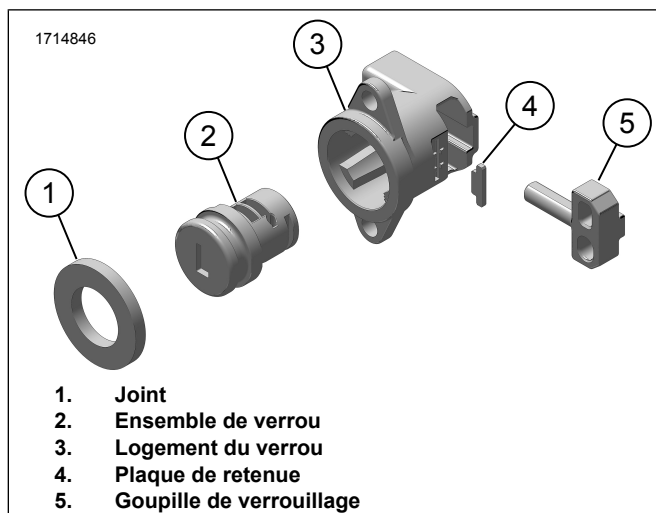
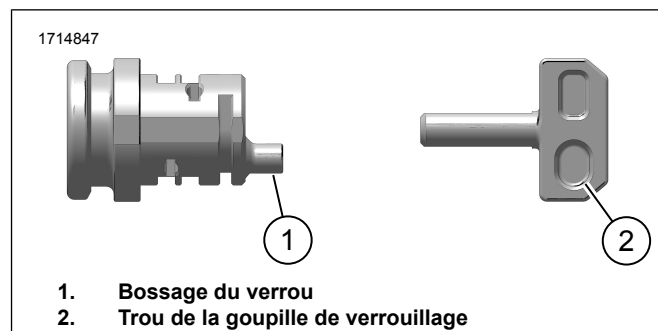

Figure 7. Ensemble logement
Figure 8. Fonctionnalités de couplage
10. Voir la figure 7. Une fois la clé insérée, appliquer de la graisse sur le verrou assemblé (2).
11. Appliquer de la graisse sur la goupille de verrouillage (5).
12. Insérer la goupille de verrouillage (5) dans le logement du verrou (3).
Voir la figure 8. La fonctionnalité de bossage (1) sur l'ensemble verrou doit s'accoupler avec le trou de la goupille de verrouillage (2). Vérifier que la goupille de verrouillage se déplace en tournant la clé et le cylindre de la serrure.
13. Une fois la clé insérée, installer l'ensemble verrou (2) dans le logement du verrou (3).
14. Voir la figure 7. Insérer la plaque de retenue (4) dans le logement du verrou (3).
16. Voir la figure 7. Installer le joint (1) sur l'ensemble verrou (2).